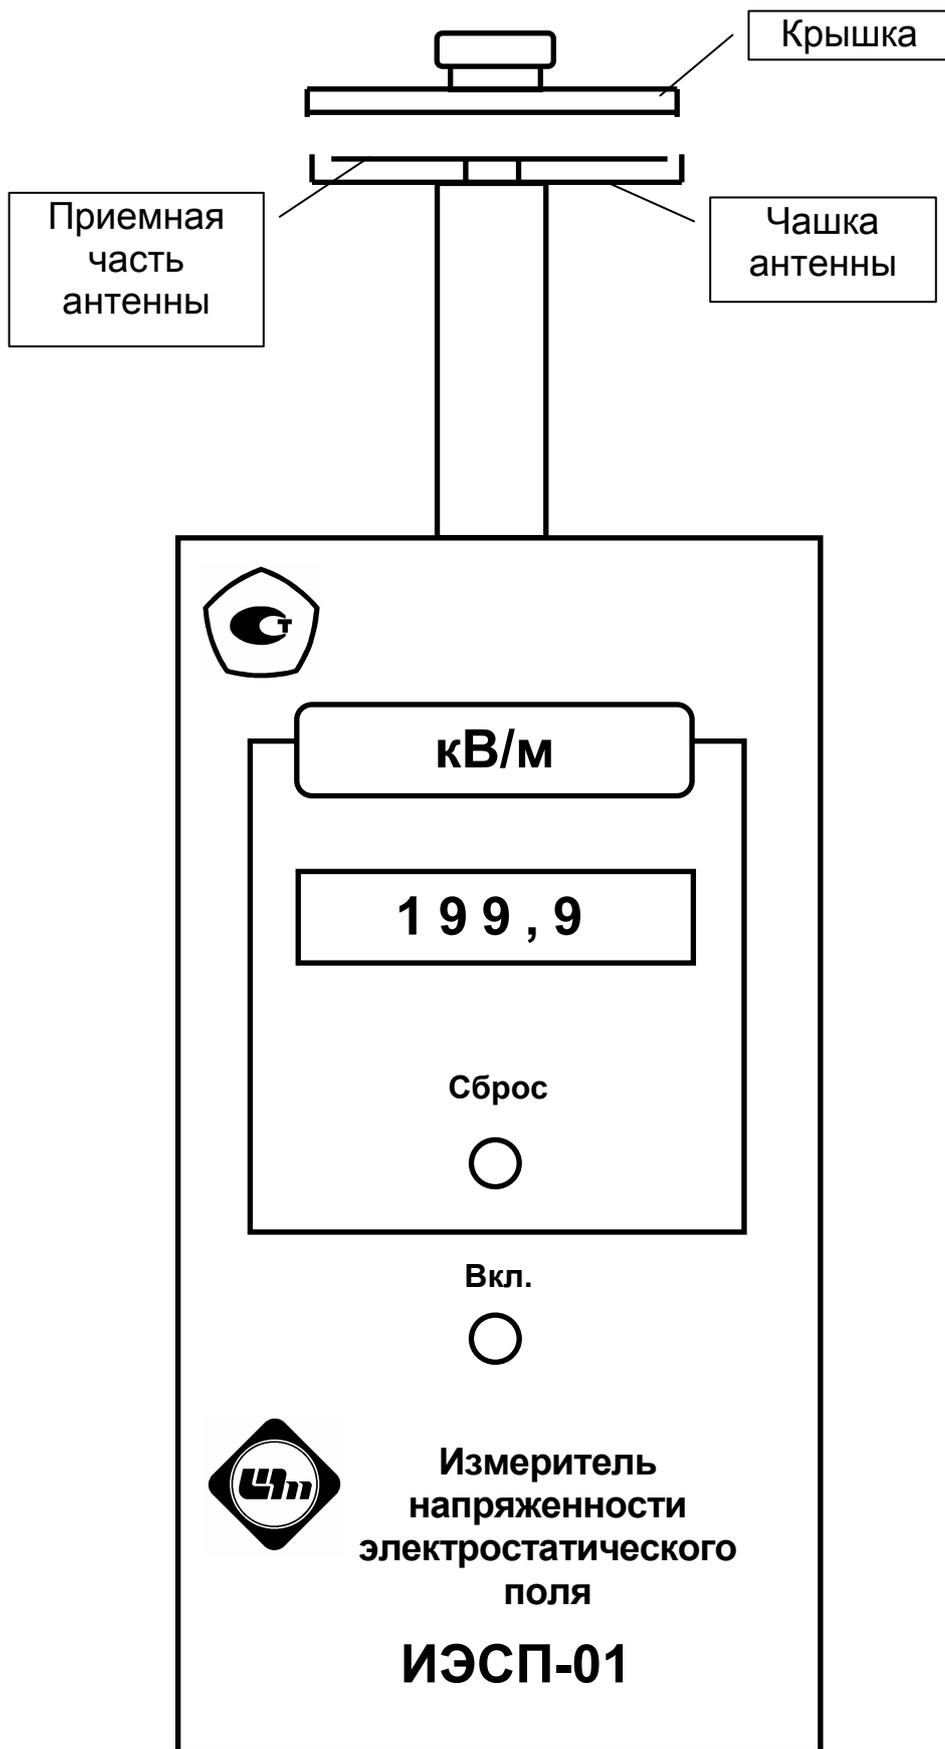

Рис. 1 Внешний вид электронного блока.
**4.2.2** Электронный блок (рис. 1) состоит из индикаторного блока и закрепленной на нем стационарной антенны, приемная часть (электрод) которой расположена в чашке и закрывается крышкой.
На лицевой панели электронного блока (рис. 1) расположены: